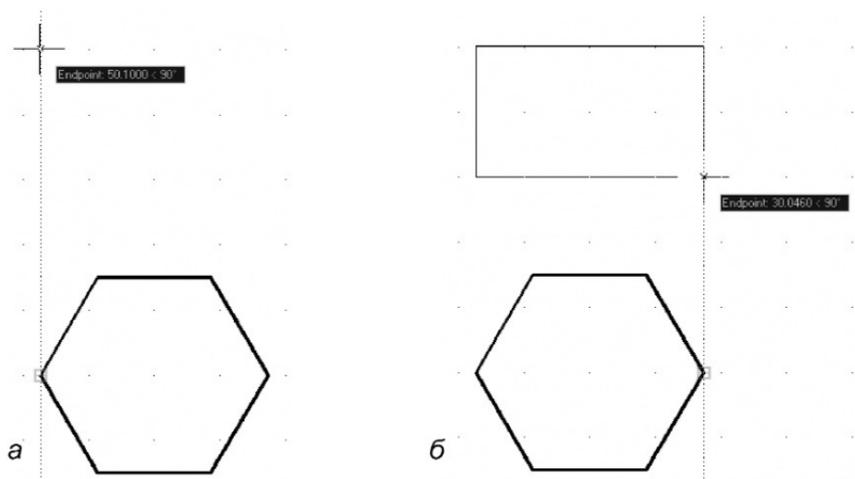
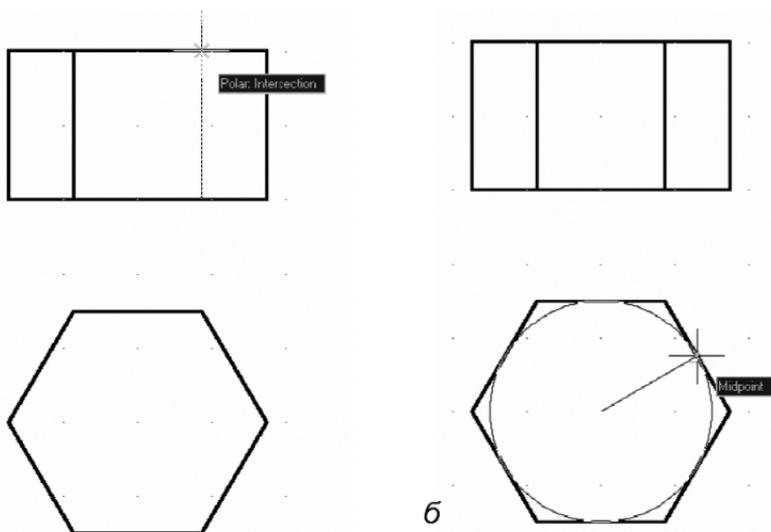

Рис. 3.6. Вычерчивание прямоугольника с использованием объектной привязки
Рис. 3.7. Вычерчивание ребер шестигранника с использованием объектной привязки
- на запрос команды о первой точке прямоугольника подвести курсор к левой крайней точке шестиугольника (рис. 3.6а) и при появлении надписи **Endpoint**
(Конечная точка) нажать на левую кнопку мыши и потянуть курсор мыши вниз по диагонали (рис. 3.6б). Зафиксировать потом вторую точку прямоугольника согласно рис. 3.6б. Вызвать команду **Line** (Линия) и построить вертикальные прямые (ребра шестигранника) в прямоугольнике (рис. 3.7а).
- на запрос о радиусе окружности подвести курсор к любой стороне шестиугольника и при появлении подсказки **Midpoint** (Средняя точка) (рис. 3.7б) щелкнуть левой кнопкой мыши.